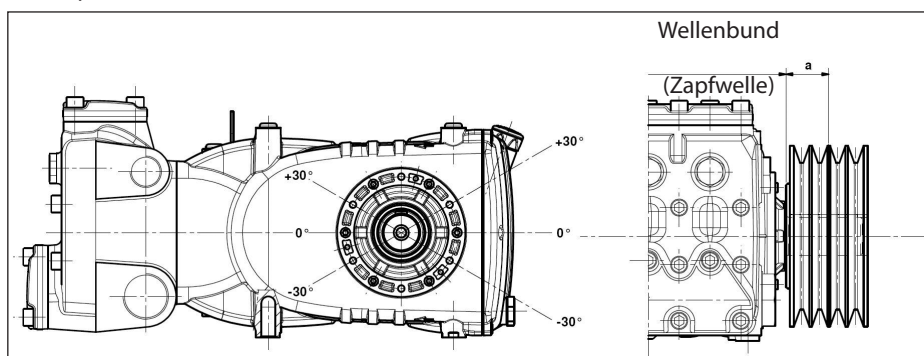

Abb. 10
Die radiale Belastung der Welle darf 7500 N (für die Definition der Anordnung erforderlicher Wert) nicht übersteigen. Der Antrieb gilt als richtig bemessen, wenn die Belastung bei einem maximalen Abstand $a=40$ mm vom Wellenbund (Zapfwelle) angewandt wird, siehe Abb. 10.
- b) Verwenden Sie Hochleistungsriemen - zum Beispiel **XPB** statt **SPB** - da hierbei weniger Riemen bei gleicher Leistungsübertragung benötigt werden und der Abstand zum Wellenbund (Zapfwelle) „a“ von Abb. 10.